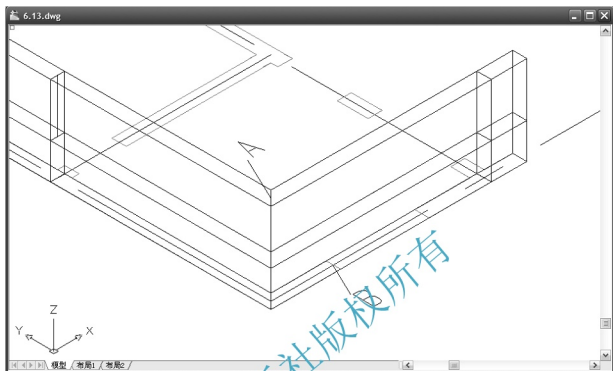
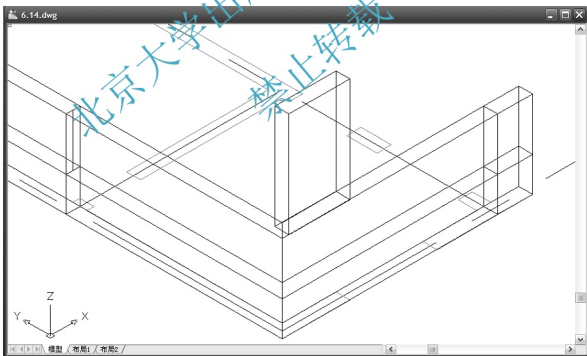

图 6.13 多段线起点和终点的位置
图 6.14 绘制窗间墙
(1) 修改 Elev 值。
① 在命令行输入“Elev”后按 Enter 键。
② 在指定新的默认标高 <0.0000>: 提示下，按 Enter 键，表示当前高程为“0”，即多段线的起点设在 XY 平面上。
③ 在指定新的默认厚度 <0.0000>: 提示下，输入“1800”，表示当前厚度为“1800”，即窗间墙的高度。
(2) 在命令行输入“PL”后按 Enter 键，启动【多段线】命令。
① 在指定起点: 提示下，捕捉如图 6.13 中所示的 A 点作为多段线的起点。由于当前线宽为“240”，所以不需修改线的宽度。
② 在指定下一个点或 [圆弧(A)/半宽(H)/长度(L)/放弃(U)/宽度(W)]: 提示下，捕捉图 6.13 中的 B 点作为多段线的终点，按 Enter 键结束命令，结果如图 6.14 所示。
- 图 6.13 中的 A 点和 B 点并不在一个水平面上，但绘制出的多段线的起点和终点却在一个水平面上，这是因为【多段线】命令是一个二维绘图命令，多段线的 Z 坐标值是由起点的坐标值决定的，所以多段线的终点并不与 B 点相重合，这是绘制三维模型时的一个技巧。